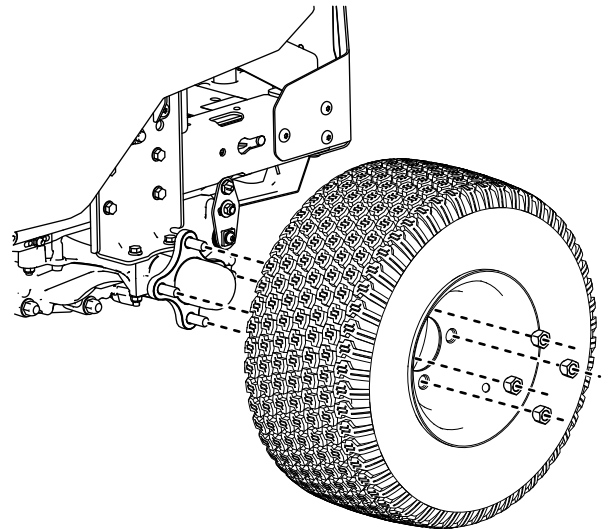

Figura 2
11. Retire los neumáticos traseros como se muestra en la **Figura 2**.